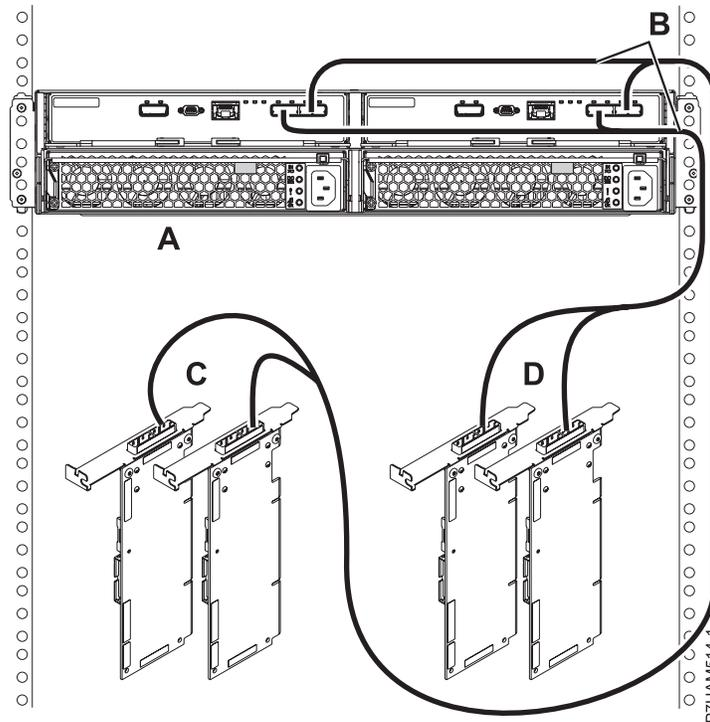

Abbildung 17. Modus 2-Anschluss eines Plattenlaufwerkgehäuses 5887 mit X-Kabeln an zwei SAS-Adapterpaare
- Schließen Sie ein Plattenlaufwerkgehäuse 5887 im Modus 2 (A) mit X-Kabeln (B) an zwei SAS-Adapterpaare an. Siehe Abb. 17 auf Seite 19.